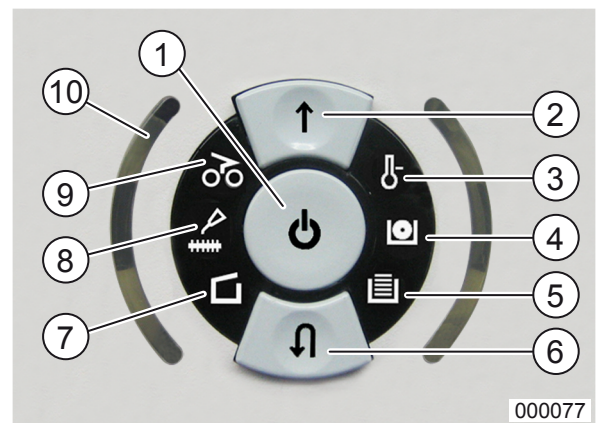

fig. 2 Le montage du tuyau d'huile
3. Pour le montage du tuyau d'huile (fig. 2/2) enlever la vis (fig. 2/1).